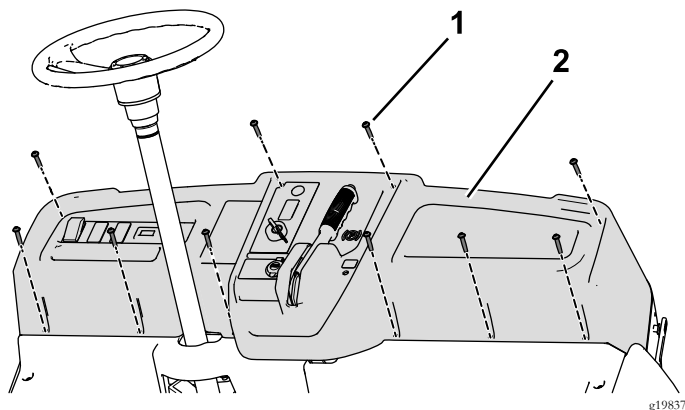

图62
- 拧下 10 个螺丝 1/4 x 1-1/4 英寸部分卸下仪表板然后断开手刹 图62。